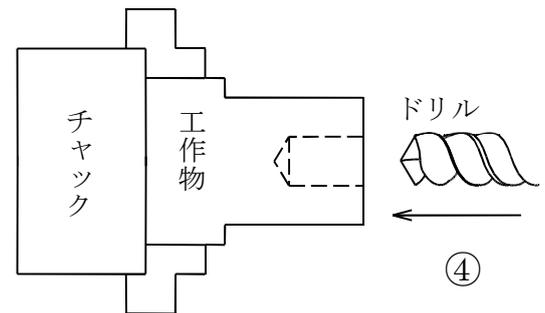
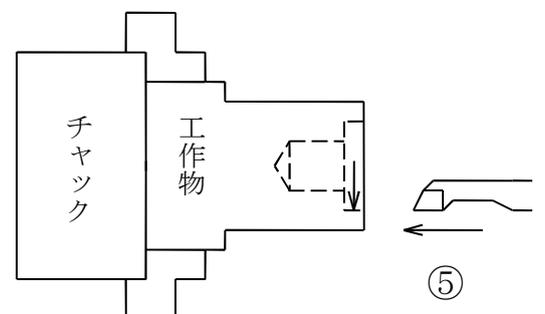

図 7.5
図 7.6
[図 7.5 ④]
⑤ 工作物の中ぐり加工
中ぐりバイトを使用し、縦送り・横送りにて内径 35mm、深さ 10mm になるようにノギスと内側マイクロメータで測定しながら中ぐり加工を行う。[図 7.6 ⑤]